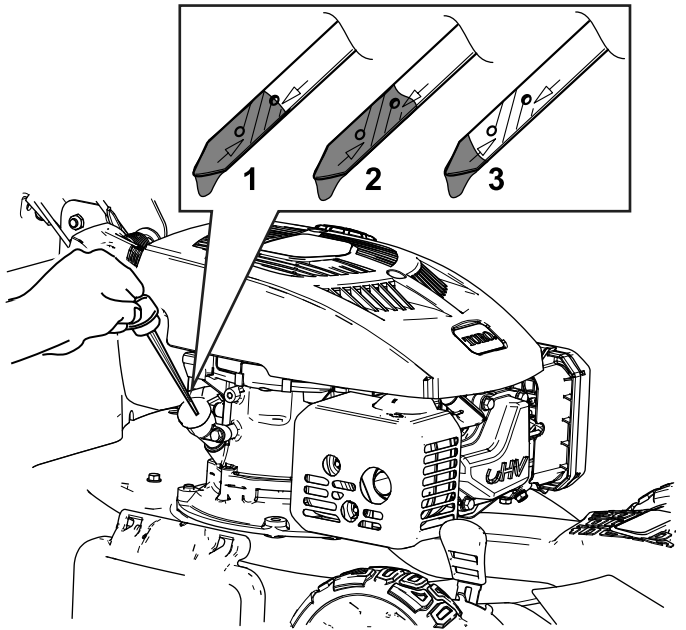

Figura 13
2. Retire la varilla girando el tapón en el sentido contrario a las agujas del reloj y tirando del mismo (Figura 13).
5. Observe el nivel de aceite en la varilla (Figura 13).